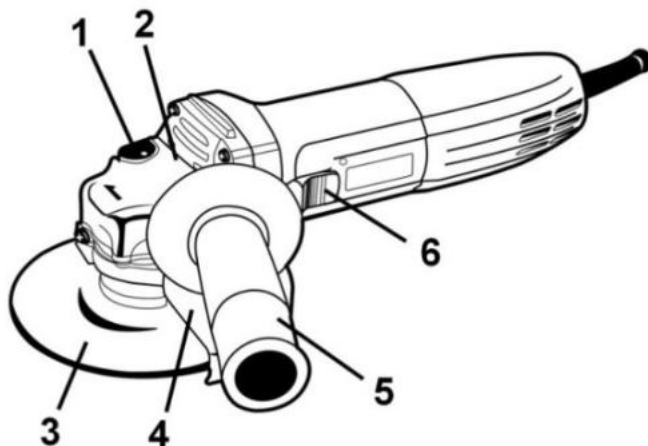

Рисунок 1
2.2.1 Конструкція виробу складається з одноступеневого редуктора з конічними шестернями в металевому корпусі (2), який приєднаний до пластикового несучого корпусу з колекторним двигуном змінного 1-фазного струму, перемикачем (6), мережевим шнуром живлення згідно з рис.1. Вихідний вал редуктора розташований перпендикулярно осі двигуна і є робочим шпинделем для приєднання змінних насадок (абразивних дисків) (3) з фіксацією затискною гайкою, або накрученими на шпindel. На металевому корпусі (2) хомутівим з'єднанням закріплені захисний кожух (4) з можливістю фіксованого позиціонування по колу. Для фіксації шпинделя під час зміни дисків (3) в корпусі редуктора (2) передбачений кнопковий фіксатор (1). Електрична частина виробу складається з колекторного однофазного електродвигуна змінного струму, вимикача електроструму, з'єднувальних проводів і мережевого шнура. Захист від ураження електричним струмом користувача у виробу відповідає класу II за ДСТУ EN 61140:2015.